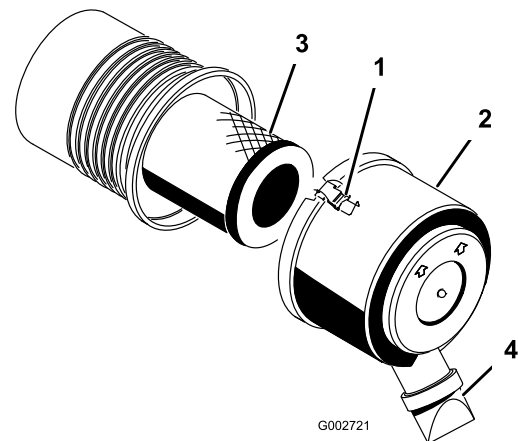

Figura 18
- Abra los enganches que fijan la tapa del limpiador de aire a la carcasa del limpiador de aire (Figura 18).